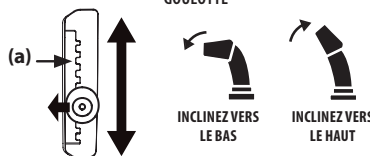

Figure 3-13
Pour ajuster l'angle du déflecteur de la goulotte et la distance d'éjection de la neige, faites pivoter la commande vers l'avant ou vers l'arrière. Voir Figure 3-13.
- **Pour réduire la distance d'éjection de la neige :** Déplacez le levier vers l'avant pour faire pivoter la goulotte supérieure vers le bas. Voir Figure 3-13.
- **Pour augmenter la distance d'éjection de la neige :** Déplacez le levier vers l'arrière pour faire pivoter la goulotte supérieure vers le haut. Voir Figure 3-13.
- **Pour réduire la distance d'éjection de la neige :** Désengagez le levier de la position de réglage actuelle. Déplacez le levier vers l'avant pour faire pivoter la goulotte supérieure vers le bas à la position de réglage désirée (a). Voir Figure 3-13.
- **Pour augmenter la distance d'éjection de la neige :** Désengagez le levier de la position de réglage actuelle. Déplacez le levier vers l'arrière pour faire pivoter la goulotte supérieure vers le haut à la position de réglage désirée (a). Voir Figure 3-13.